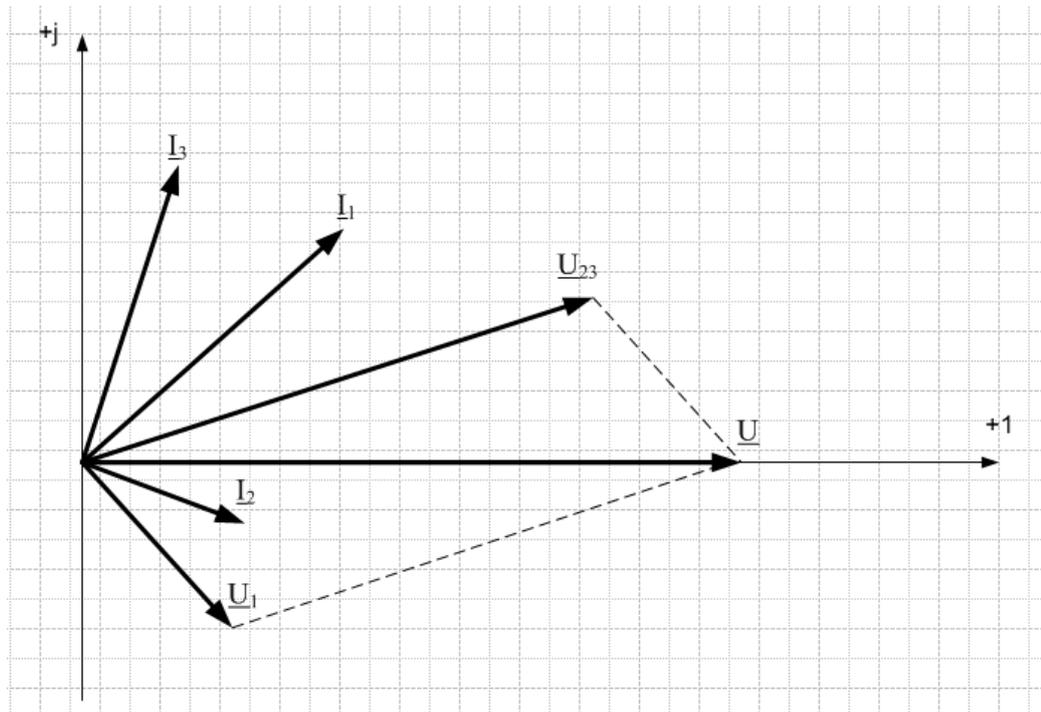

Рисунок 7
5. Векторную диаграмму (рисунок 7) размещаем на комплексной плоскости с осями +1 и +j. Для построения векторной диаграммы выберем масштаб тока и напряжения $m_I = 4\text{А/см}$, $m_U = 20\text{В/см}$.